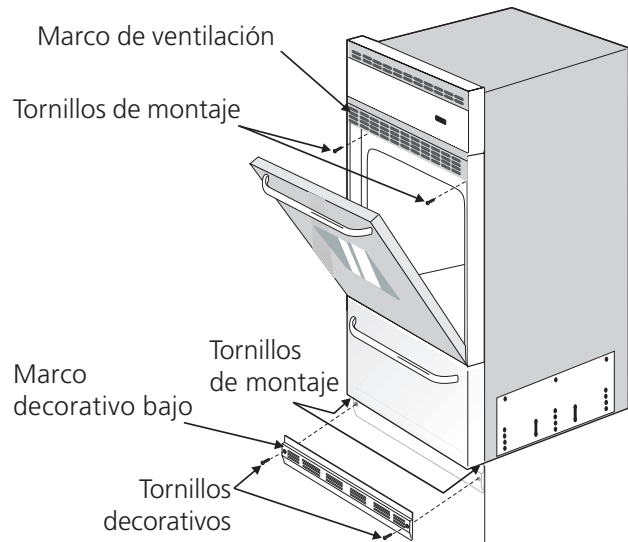

Figura 6
#### Para ajustar el artefacto al gabinete (figura 6):
2. **Facultativo:** Instale el marco decorativo bajo el artefacto (como lo muestra la figura 6) utilizando los 2 tornillos decorativos proporcionados con el artefacto.